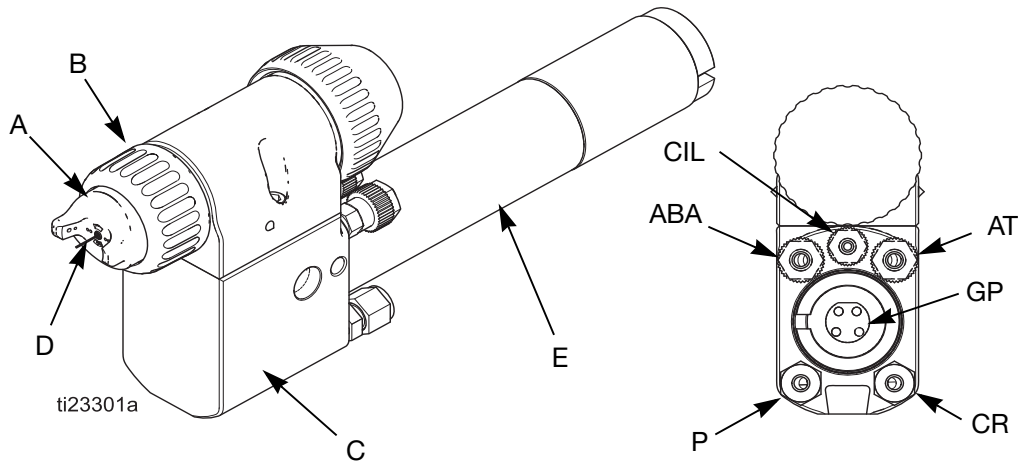

FIG. 1 Vista de la pistola con montaje trasero
La pistola de pulverización electrostática y automática con aire funciona de manera similar a una pistola de pulverización con aire tradicional. El aire de atomización y del abanico se emiten desde el cabezal de aire (A). Vea la FIG. 1 en la página 8.
El controlador envía corriente a la fuente de alimentación (E), lo que hace que suba la tensión al nivel ajustado en el controlador. El sistema electrostático entra en el colector (C) y es dirigido hasta el electrodo de la pistola (D). El fluido es cargado por el electrodo de la pistola de pulverización. El fluido cargado se dirige hasta el objeto conectado a tierra más cercano, recubriéndolo y revistiendo todas las superficies de forma homogénea. Vea la FIG. 1 en la página 8.